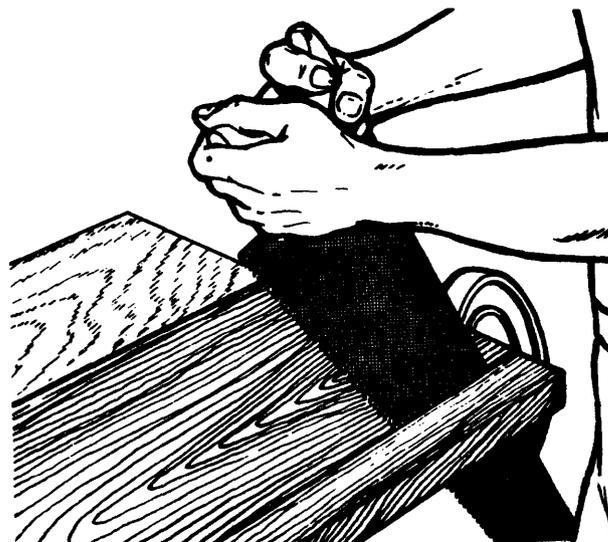

Fig. 4
- 4º paso *Empiñe el serrucho con las dos manos y siga efectuando los movimientos de arriba hacia abajo, adoptando una posición que permita ver el trazo (fig. 4).*